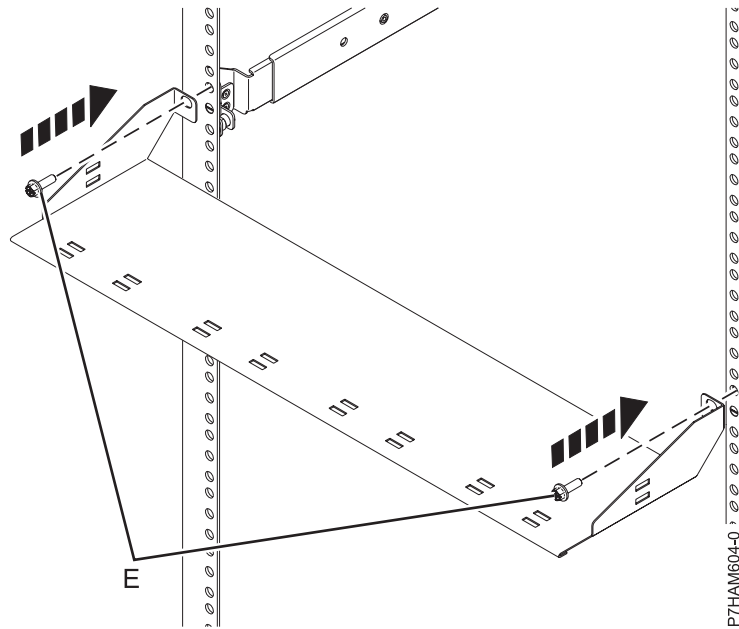

Figure 11. Fixation du passe-câbles
- g. A l'arrière de l'armoire, positionnez le passe-câbles sur les cornières arrière de l'armoire, en alignant les trous de montage du passe-câble sur les trous supérieurs de l'emplacement EIA contenant le boîtier, comme indiqué sur la figure 11, à la page 12. Les vis M5 (**E**) doivent passer dans les trous de montage du passe-câbles, puis dans les trous supérieurs des emplacements EIA sur les cornières de l'armoire.